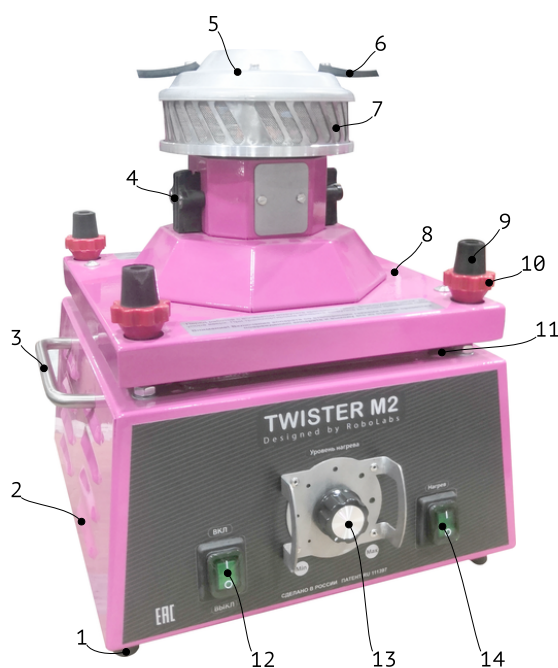

Рисунок 1
Основные компоненты изделия показаны на Рис. 1. Прядильная голова (5) с нагревательным элементом внутри закреплена на валу электродвигателя. Электродвигатель закреплён на шасси (8). Шасси закреплено на корпусе (2) с помощью подпружиненных опор (11). Подпружиненные опоры гасят вибрации от работающего двигателя. Корпус покоится на ножках (1), которые гасят остаточные вибрации и обеспечивают устойчивое положение изделия. Ручки (3) служат для переноски изделия.
6. Выкрутите оба винта-барашка (Рис. 1 поз. 9) вверх до их касания опор для ловителя (1).
7. Расположите сетку (3) вдоль внутренней стороны ловителя (5). Зафиксируйте сетку клипсами (4). Клипсы равномерно распределите по окружности ловителя.